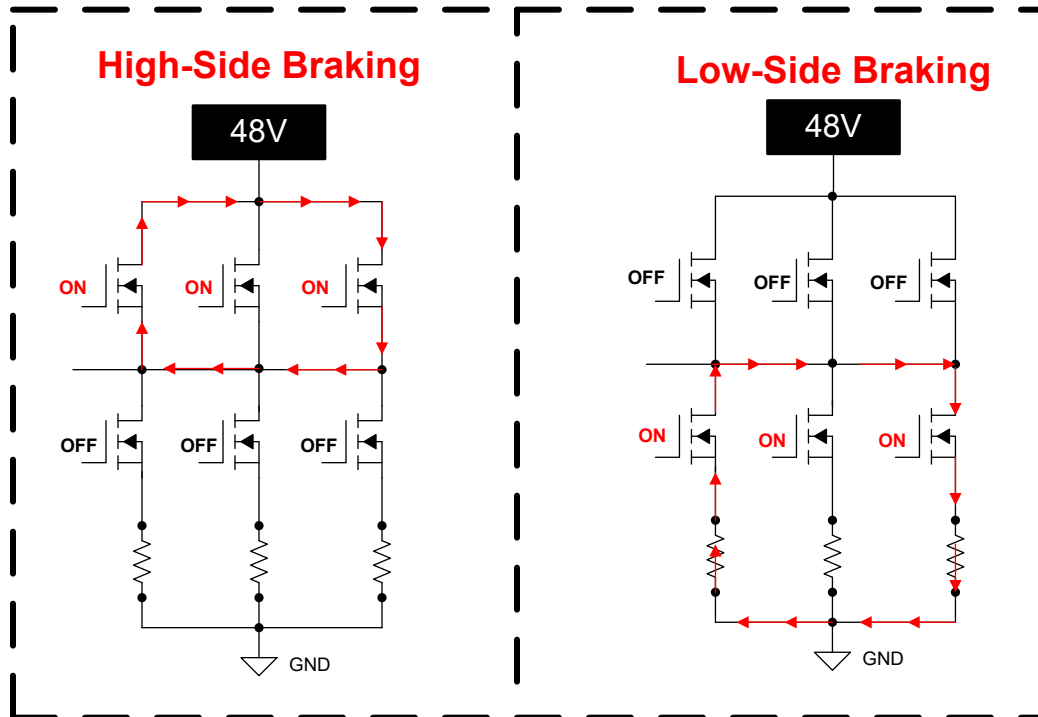

图 3. 主動短路實作：高壓側與低壓側
- 煞車期間的 MOSFET 熱損壞。在高電流煞車場景中，若單獨使用低壓側或高壓側煞車皆會導致 MOSFET 發熱，因為 MOSFET 在電流耗散時會持續導通。图 3 顯示兩種煞車模式之間的電流方向。